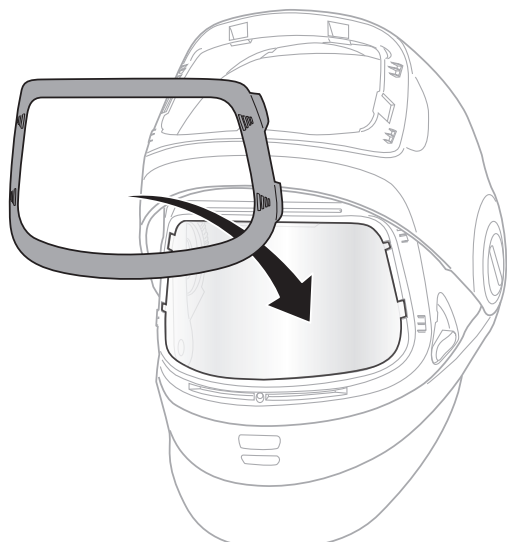

Fig. 19e
- d. Para volver a colocar el marco del visor de esmerilado, colóquelo sobre el visor de esmerilado y encájelo en su lugar en las cuatro esquinas, aplicando una presión firme del pulgar o índice (Fig. 19e y 19f).